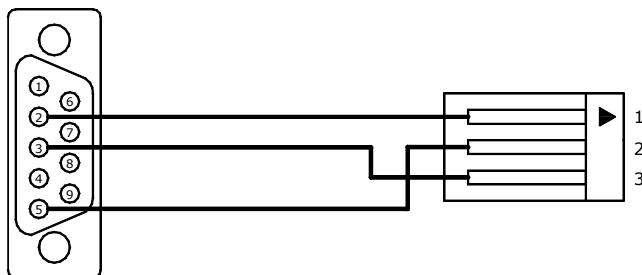
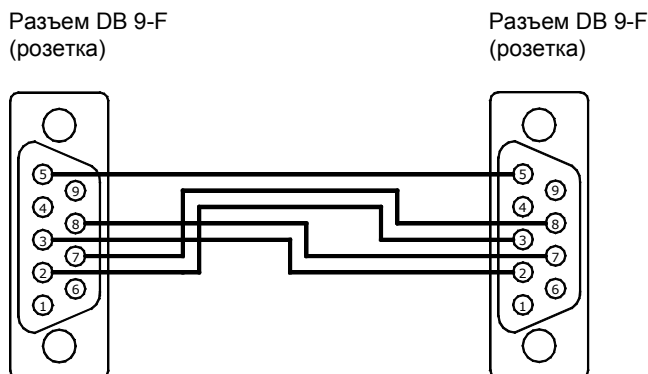

Рис. 7.4
Рис. 7.5
7.5.2 В случае, когда теплосчетчик поставляется с установленным переходным кабелем (см. карту заказа, ПРИЛОЖЕНИЕ А), для считывания данных по интерфейсу RS-232C в ПК необходимо подключить к переходному кабелю, изображенному на Рис. 7.4, нуль-модемный кабель (см. Рис. 7.5).
7.5.3 Для считывания данных по интерфейсу RS-232C в адаптер переноса данных необходимо подключить адаптер к переходному кабелю (см. Рис. 7.4).